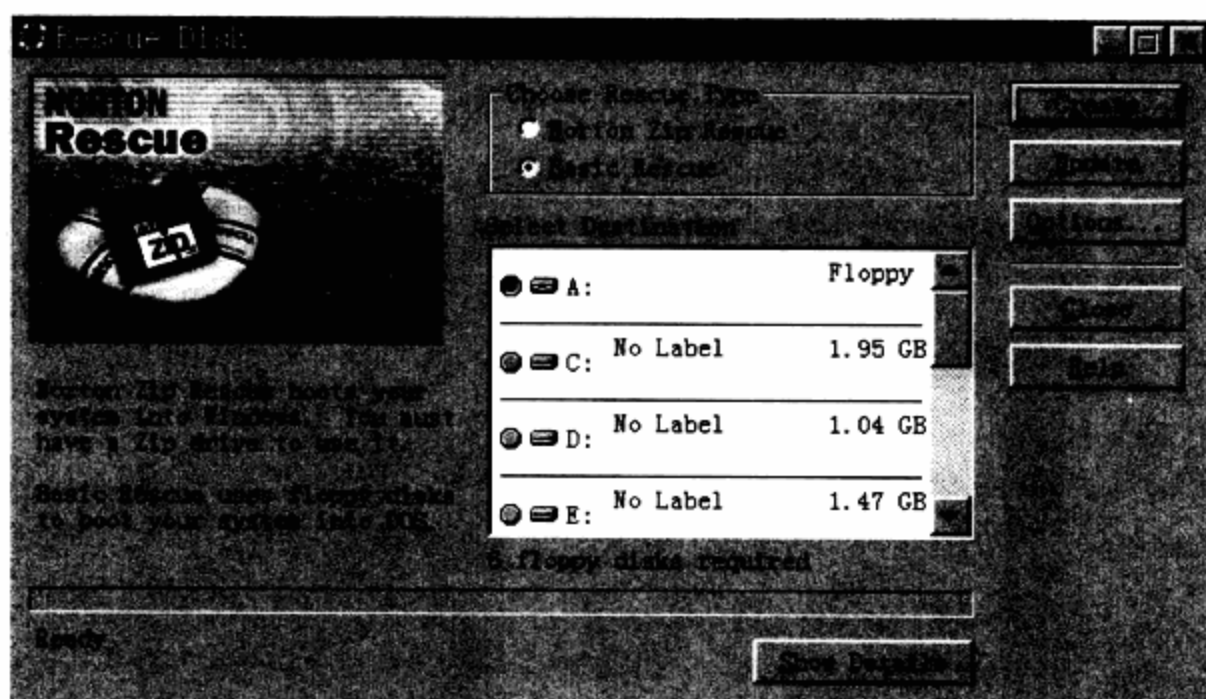

图6-13 询问是否建立恢复磁盘 (Rescue Disk)
**步骤 04** 在正式对系统和磁盘进行错误修正之前，屏幕上会出现一个提示框，询问用户是否建立恢复磁盘（Rescue Disk）。如果要建立则单击Create按钮，否则单击Close按钮。如图6-13所示。